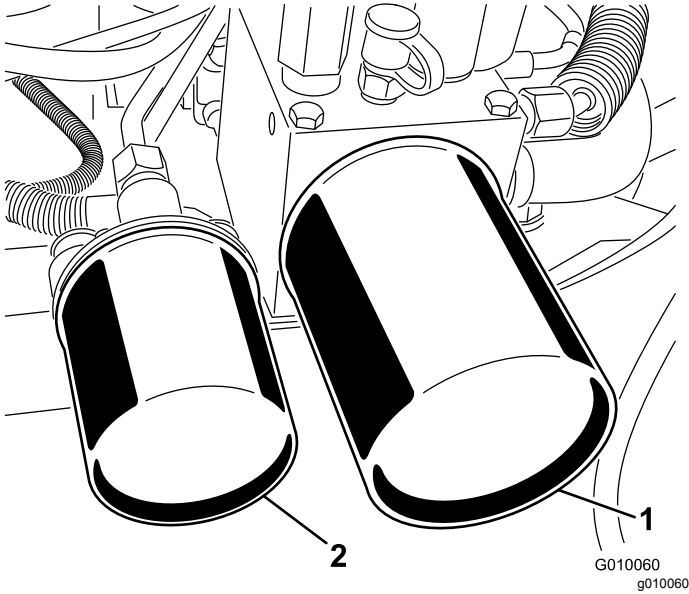

Figura 60
- Collocate una bacinella di spurgo sotto i filtri, togliete i filtri usati e pulite la guarnizione di riduzione del filtro (**Figura 60**).